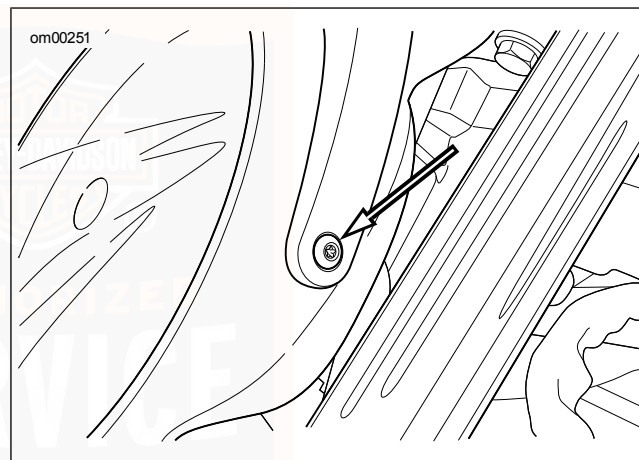

Abbildung 46. Scheinwerferausrichtungs-Befestigungsteil (typisch)
1. Siehe Abbildung 46. Die Befestigungsteile etwas lockern; der Scheinwerfer muss noch fest sitzen.